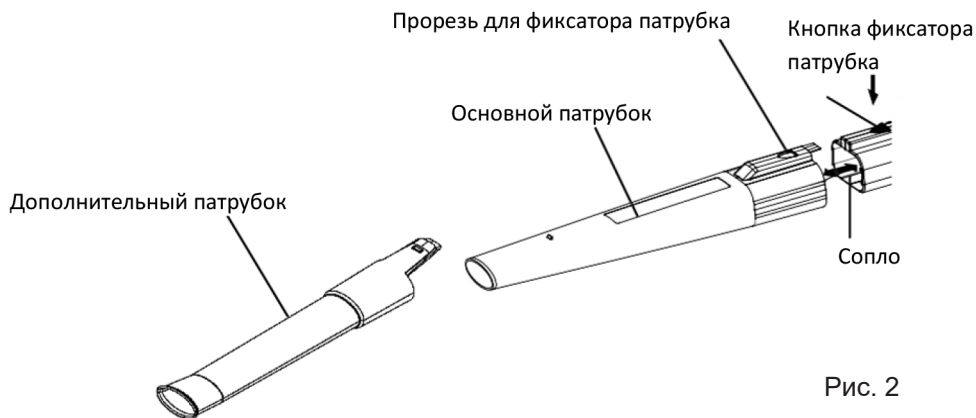

Рис. 2
3. Установите основной патрубок на воздуходувку таким образом, чтобы кнопка разблокировки патрубка совпала с ответным пазом на съёмном патрубке. Соедините съёмный патрубок с воздуходувкой до щелчка (рис.2). Кнопка разблокировки патрубка должна защёлкнуться в прорези патрубка.
4. Установите дополнительный патрубок на основной патрубок (рис.2).